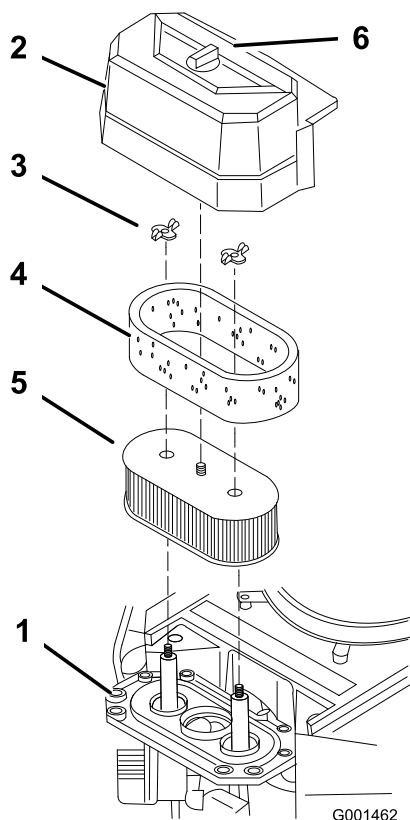

Figura 42
3. Pulite intorno al filtro dell'aria per evitare che la morchia possa penetrare nel motore provocando gravi danni (Figura 42).
4. Svitare la manopola di copertura e rimuovete la copertura del filtro dell'aria (Figura 42).
5. Togliete i dadi ad alette e rimuovete il gruppo filtro dell'aria (Figura 42).
6. Tirate via con cautela l'elemento in schiuma sintetica dall'elemento di carta (Figura 42).
1. Non pulite il filtro primario di carta, sostituitelo (Figura 42).
1. Infilate con cautela l'elemento in schiuma sintetica sull'elemento di carta (Figura 42).
2. Collocate il gruppo filtro dell'aria sull'apposita base o flessibile e fissatelo (Figura 42).
3. Posizionate la copertura del filtro dell'aria e serrate la manopola di copertura (Figura 42).